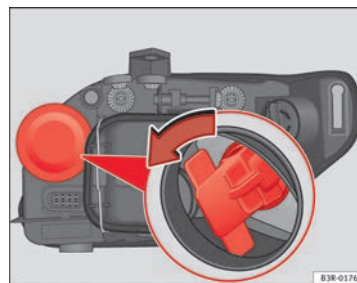

Fig. 217 Lámpara luz intermitente
- Extraiga el portalámparas asiéndolo por la empuñadura y girando en el sentido contrario de las agujas del reloj ⇒ fig. 217.